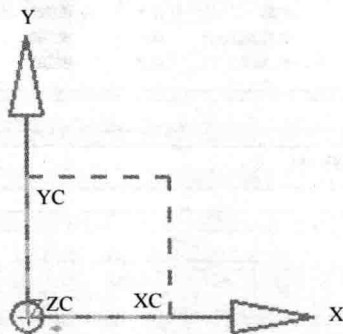

图 1—21 图形窗口
(3) 单击“圆”图标  或选择 [插入] / [曲线] / [圆] 菜单命令，系统弹出“圆”对话框，并提示“选择圆的中心点”，如图 1—22 所示。